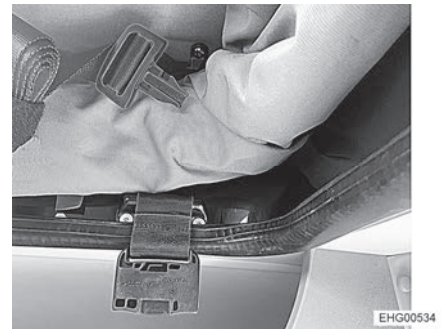

Bild 56 Bärtlås, öppet
- Stäng och dra åt båda bärtlåsen (Bild 56).